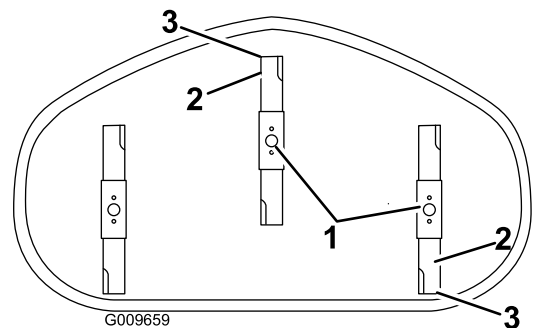

Figure 56
4. Faites pivoter les lames avec précaution pour faire passer les pointes avant à l'arrière (Figure 56).
5. Mesurez la distance entre la pointe de la lame avant et la pointe de la lame arrière par rapport à la surface plane (Figure 56).
- Une fois le réglage effectué, vérifiez à nouveau l'inclinaison avant/arrière des lames; continuez d'ajuster l'écrou jusqu'à ce que la pointe avant de la lame soit de 1,6 à 8 mm (1/16 à 5/16 po) plus bas de la pointe arrière (Figure 56).